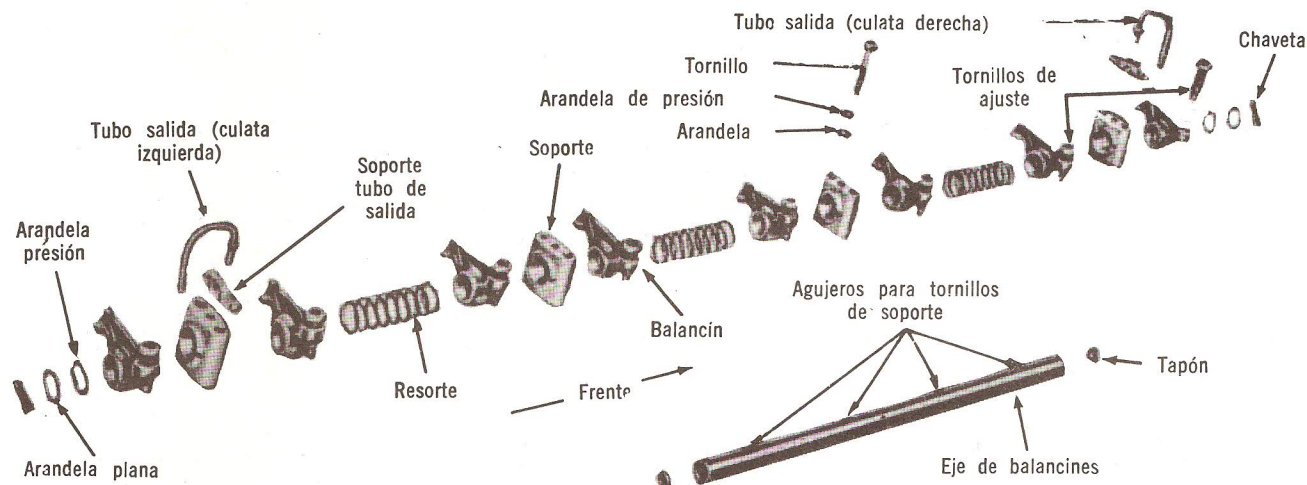

Fig. 11 — Conjunto de Eje de balancines. Típico.
4. Instale los balancines, los soportes y los resortes en el orden que se ilustra en la Fig. 11. **Asegúrese que los agujeros para aceite en el eje quedan hacia ABAJO.** Acabe de armar instalando las otras dos arandelas planas con las arandelas de presión entre ellas e instale la chaveta.